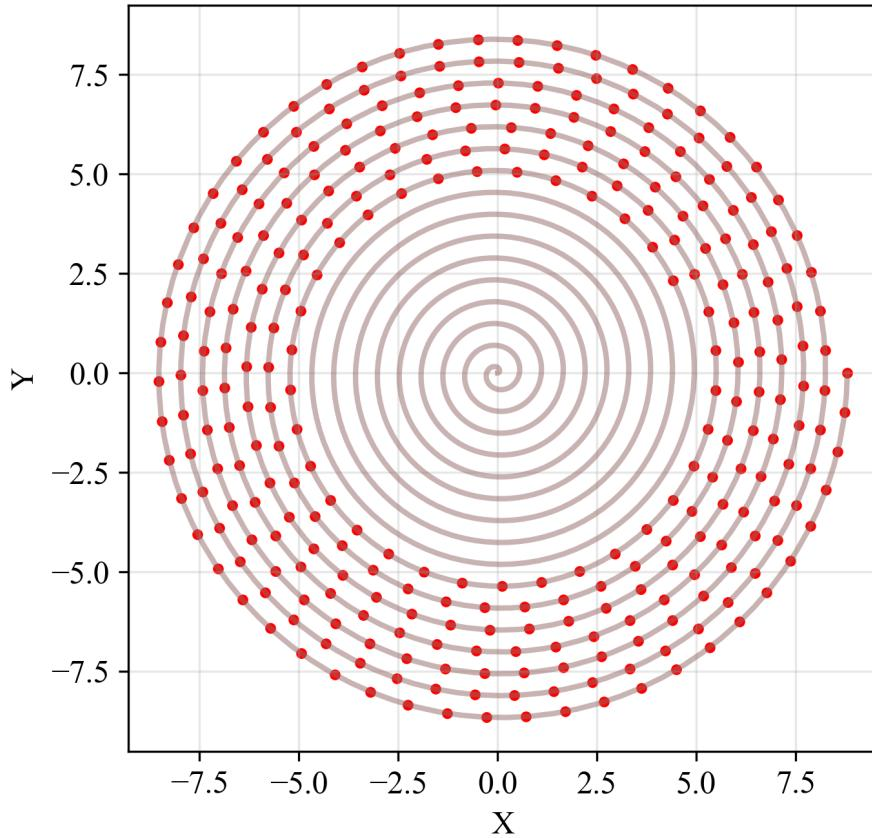

图3 $t = 0\text{s}$ 至 $t = 300\text{s}$ 龙头前把手位置
- 如图 3所示，龙头前把手的位置关于时间均匀分布在螺线上，符合题目中龙头前把手速度恒为 $v_0 = 1\text{m/s}$ 的条件。